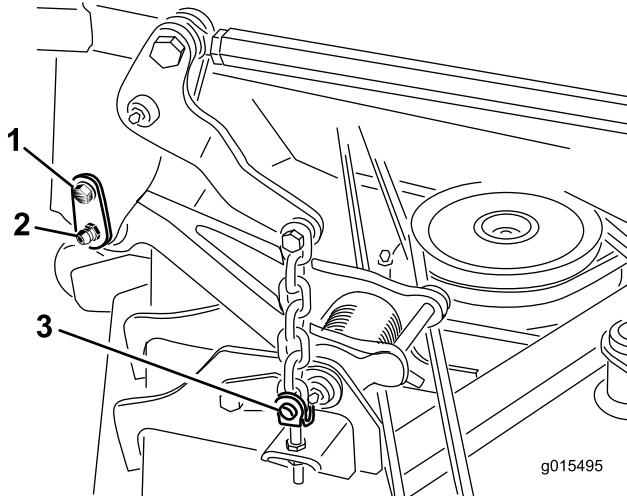

图1
- 卸下将固定销固定到承载架的轴肩螺丝 图1。
- 8. 卸下将刀盘提升链固定至剪草刀盘调节挂钩的 4 个环形销和柱销 图1。